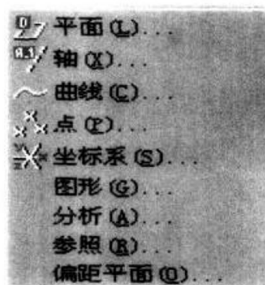

图 1.8
- **基准** 这是在 Pro/ENGINEER2000i2 中新增的基准下拉菜单。设计者使用这个菜单可以随时进行基准特征的创建，如图 1.8 所示。